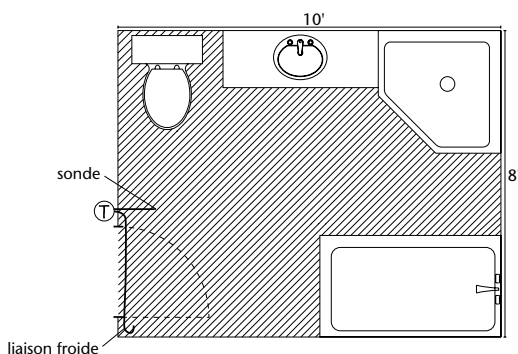

Figure 4.1
- Indiquer tous les éléments fixes (toilette, bain, douche, comptoirs, commodes et ameublement permanent) et s'assurer de ne jamais installer le câble chauffant sous ces éléments fixes (figure 4.1);